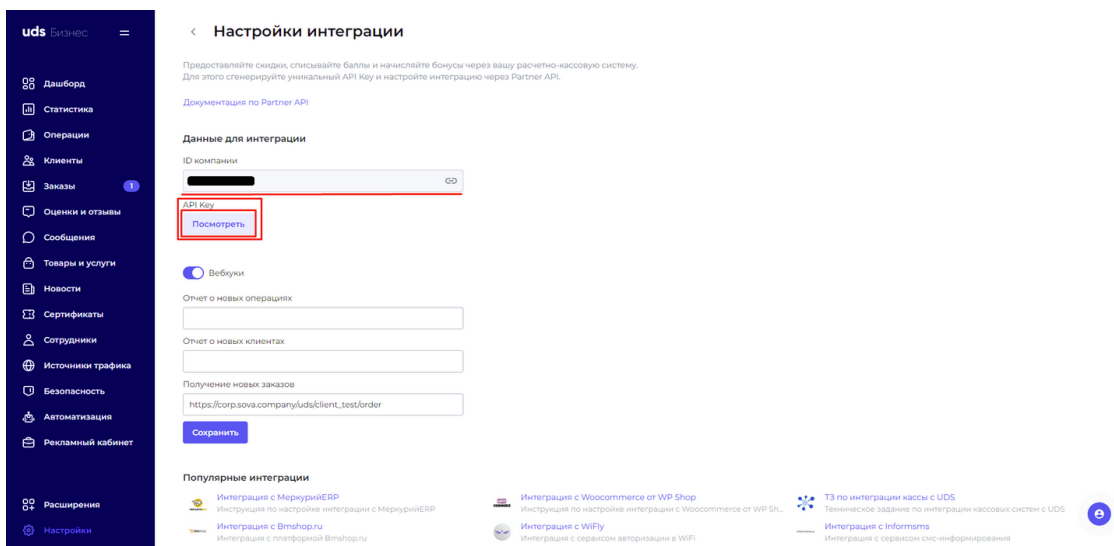
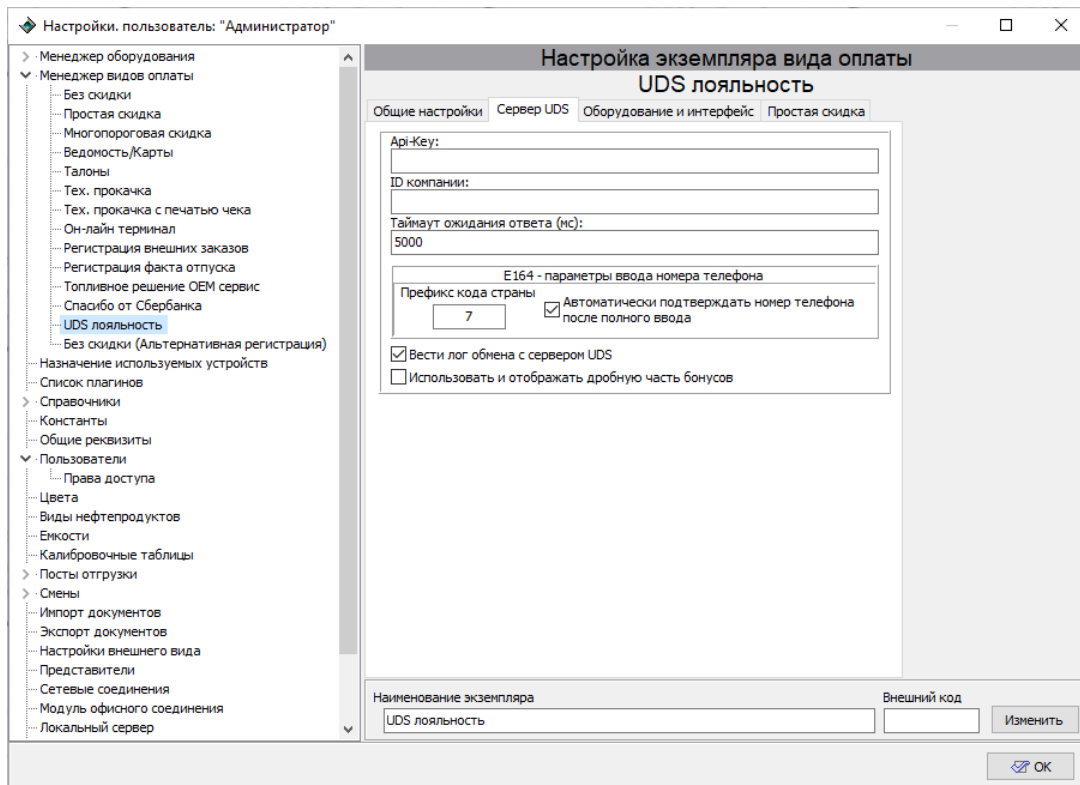

Рисунок 56. Настройка Интеграции.
Рисунок 57. Настройка шаблона вида оплаты "UDS лояльность", вкладка "Сервер UDS".
2. Заполнить раздел "Сервер UDS" в соответствии с Api-Key и ID компании на сайте UDS в разделе Настройки Интеграции (рисунок 56), (рисунок 57);